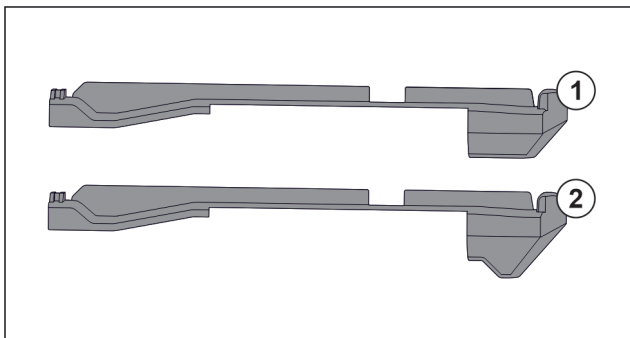

Fig. 195 Vergleich der Aufsteckteile
Im Gerät befinden sich zwei unterschiedliche Aufsteckteile. Das Aufsteckteil über dem untersten Schubfach Fig. 195 (2) hat eine dreieckige Kante. Alle anderen Aufsteckteile Fig. 195 (1) haben eine gerade Kante.
- ▶ Aufsteckteil Fig. 195 (2) mit der dreieckigen Kante über dem untersten Schubfach anbringen.
- ▶ Aufsteckteil Fig. 195 (1) mit der geraden Kante an allen anderen Stellen anbringen.